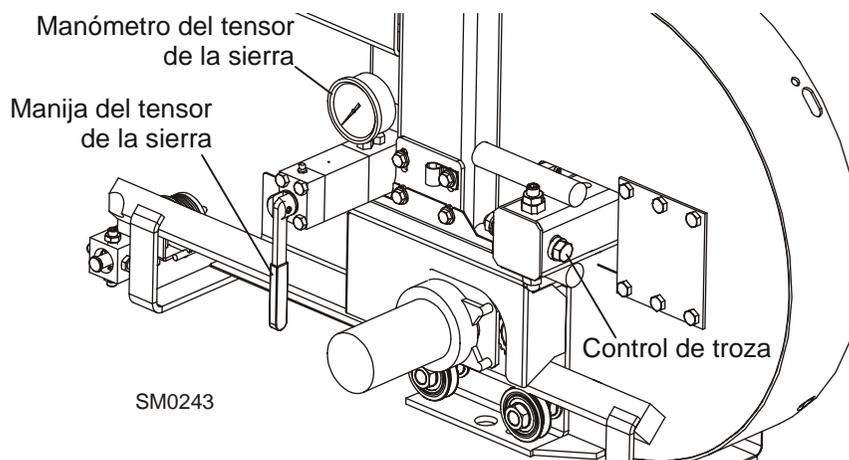

FIGURA 3-9
Ve la **Figura 3-9**. Para tensar la sierra, gire la manija de tensión hidráulica en el sentido de las agujas del reloj hasta que el medidor de tensión indique la tensión recomendada.
5. Para ajustar la ruta de la sierra en las poleas portasierra, use la manija del control de troza que se muestra en la **Figura 3-9**.